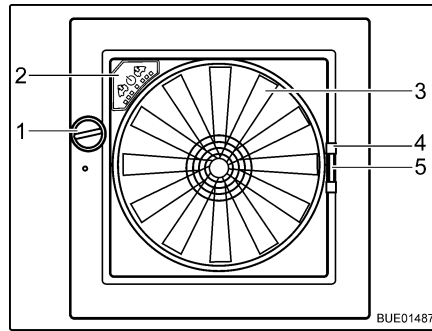

Fig. 35 Claraboya Omni-Vent
- Abrir:** ■ Girar el botón giratorio (Fig. 35,1) hasta alcanzar el ángulo de apertura deseado.
- Cerrar:** ■ Girar el botón giratorio (Fig. 35,1) hasta que la claraboya esté completamente cerrada.
- Cerrar:** ■ Tirar del tirador (Fig. 35,4) de la protección contra insectos hacia el lado opuesto del marco.
- Cerrar:** ■ Comprimir el tirador (Fig. 35,5) del oscurecedor.
Cuando la claraboya está abierta, el interior se puede ventilar y purgar de aire con el ventilador de 6 niveles (Fig. 35,3). El ventilador se maneja a través del cuadro de mando (Fig. 35,2).